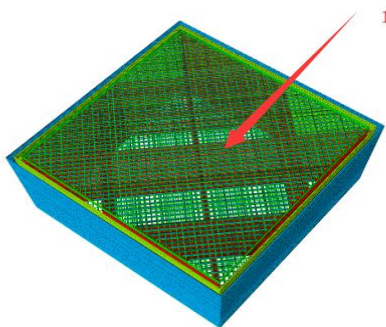
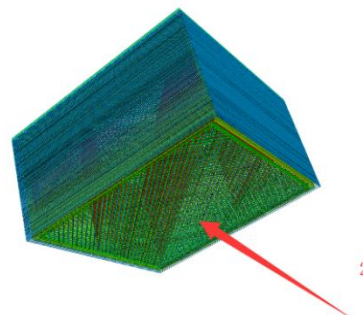

図 5, 上面、モデルが上を向いている面
図 6, 底面、プラットフォームに向くモデルの表面
(1)表面速度 (単位 mm/s) : 図 5 と図 6 に示すように、表面はモデルの上下面です。これらの表面の厚さは表面の層の厚さによって決まり、表面速度はこれらの上下面の印刷速度であります。(ノズルがフィラメントを押し出しながら移動する時の移動速度) **速度が遅いほど、モデルの印刷品質が良くなります**